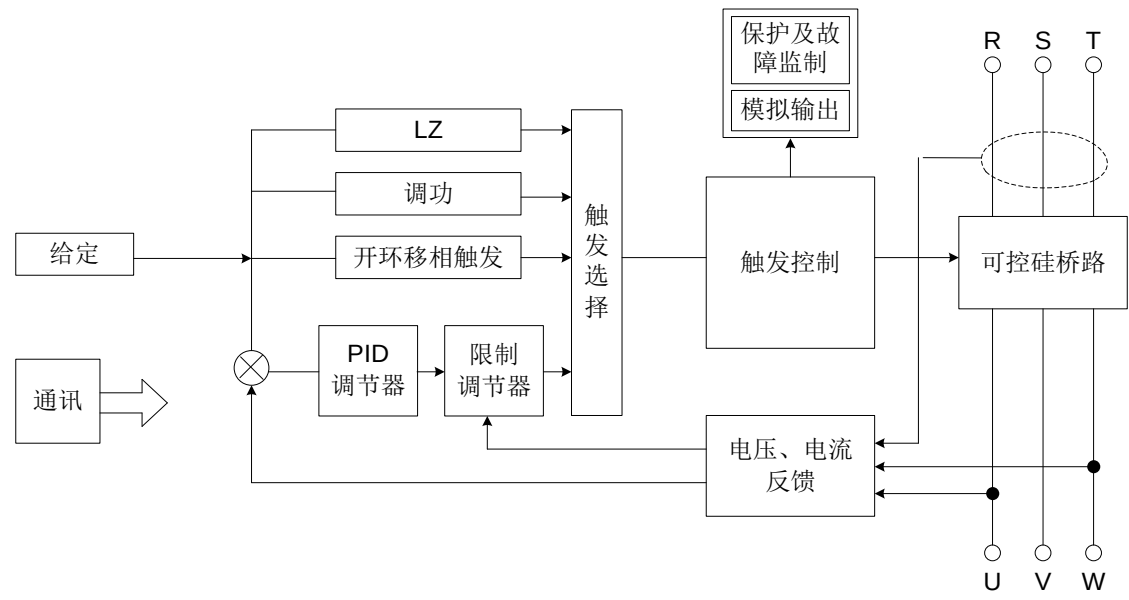

图7-1 控制原理框图
- 控制软件采用模块化设计，功能强大（参见”功能图”），原理框图如图7-1。